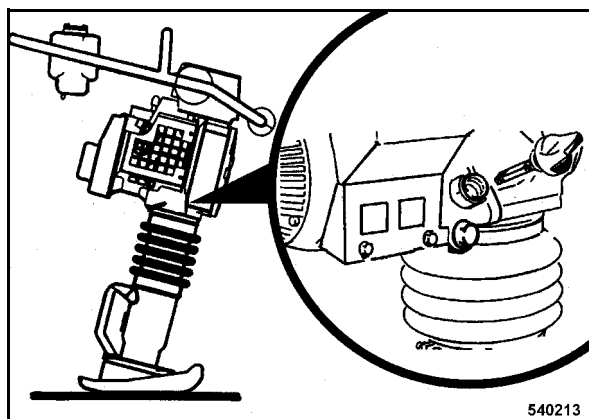

рис. 34
- Вынуть указатель уровня масла (рис. 34).